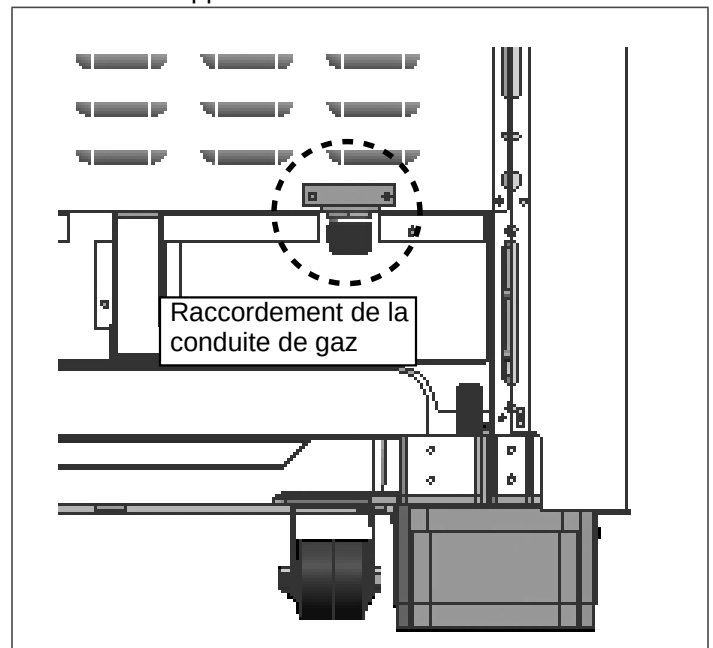

FIGURE 10: Raccordement du connecteur de la conduite de gaz
- Utilisez un tuyau à gaz souple de ¾ po (19 mm) entre l'approvisionnement en gaz et le tuyau d'arrivée de l'appareil, lequel est situé à l'arrière de l'appareil, en bas à droite. Le filetage externe du tuyau d'arrivée de gaz de l'appareil est de type NPT ¾ po (19 mm) et le filetage interne est de type NPT ½ po (13 mm) (voir Figure 10). Prenez garde de ne pas serrer le tuyau souple de ¾ po (19 mm) en le pliant. La longueur recommandée pour le tuyau souple est de 48 po (1219 mm). Veuillez toutefois consulter les codes locaux pour en connaître les exigences avant de procéder à l'installation.